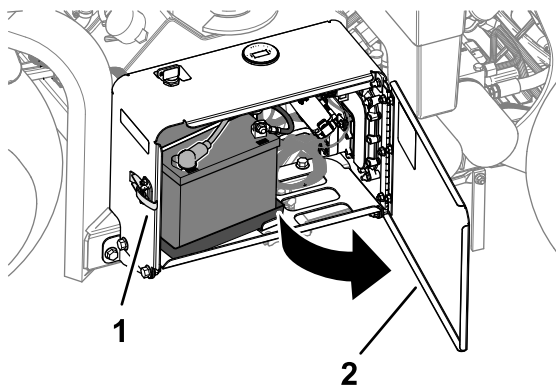

図 170
1. ラッチを外し、バッテリーコンパートメントのドアを開く 図 170。